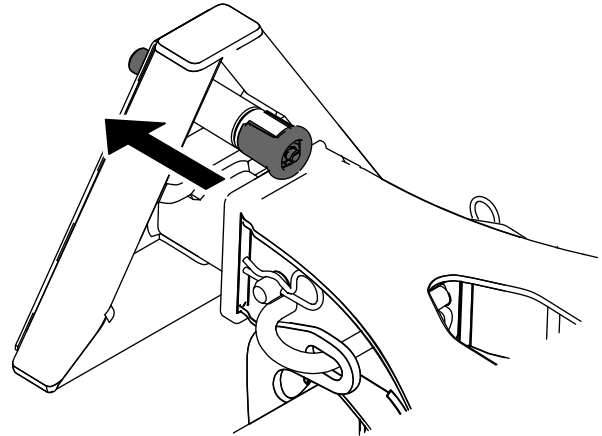

Figura 7
4. Coloque el pasador de cierre rápido en el conjunto de conexión rápida de la máquina (Figura 7).